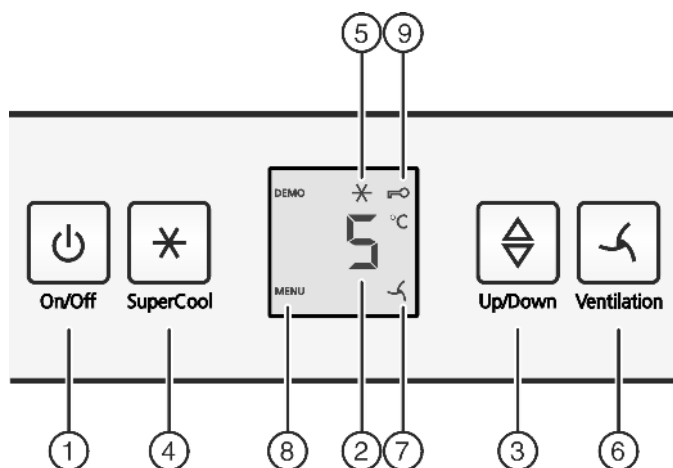

Fig. 3
- ▶ Apăsați tasta On/Off Fig. 3 (1).
- ▶ Tasta SuperCool Fig. 3 (4) trebuie apăsată aproximativ 5 secunde.
- ▷ Pe afișaj apare simbolul Meniu Fig. 3 (8).
- ▶ Confirmați printr-o scurtă apăsare a tastei SuperCool Fig. 3 (4).
- ▷ Simbolul protecției pentru copii Fig. 3 (9) se aprinde pe afișaj.
- ▶ Apăsați scurt tasta On/Off Fig. 3 (1).
- ▶ Accesarea funcției de reglare a temperaturii: Apăsăți tasta de reglare Fig. 3 (3).
- ▶ Modificarea temperaturii în pași de 1 °C: Apăsăți tasta de reglare Fig. 3 (3) în mod repetat, până când la indicatorul de temperatură apare valoarea dorită.
- ▶ Apăsăți scurt tasta SuperCool Fig. 3 (4).
- ▷ Simbolul SuperCool Fig. 3 (5) se aprinde pe afișaj.
- ▷ Simbolul SuperCool Fig. 3 (5) se stinge pe afișaj.